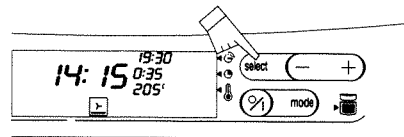

Fig. 8
6. Appuyez sur la position  puis sur les touches  pour régler l'heure de fin de cuisson (fig. 8).